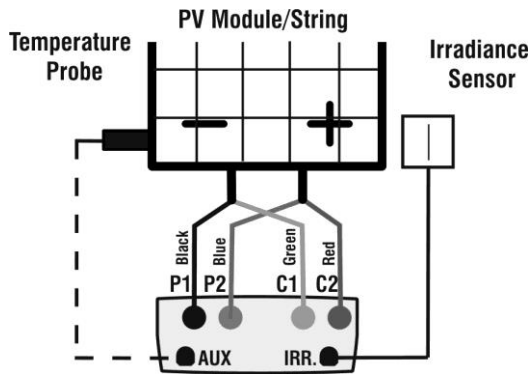

Fig. 7a: Lig. do inst. ao painel/bateria de painéis FV
20. Ligar o instrumento ao painel/bateria de painéis (stringa) em teste como se mostra na seguinte Fig. 7a. Em particular, ligar o pólo Negativo na saída do painel/bateria de painéis (stringa) aos terminais P1, C1 e o pólo Positivo na saída do painel/bateria de painéis (stringa) aos terminais P2, C2. Na modalidade de ativação da medição **"Auto"** é recomendado o uso do acessório opcional KITKELVIN.